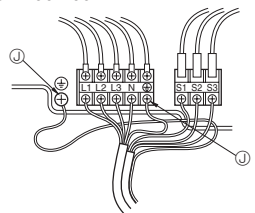

Fig. 7-2
7.1. Buitenapparaat (Fig. 7-1, Fig. 7-2)
- ① Verwijder het onderhoudspaneel.